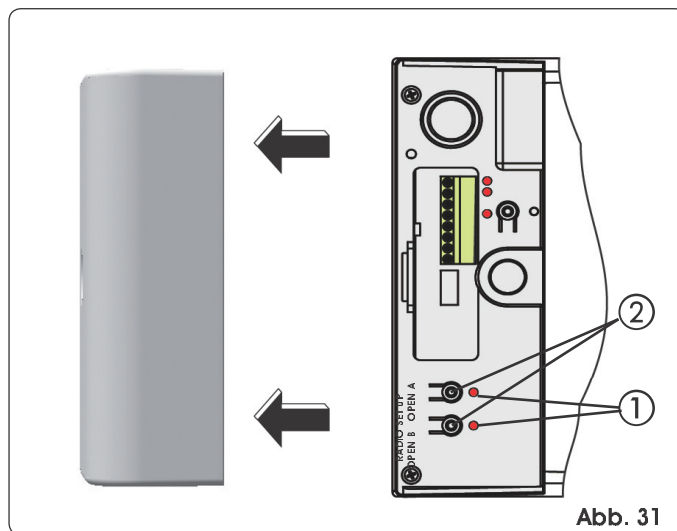

Abb. 31
- 4) Die Taste OPEN A oder OPEN B eine Sekunde lang drücken (Abb. 31 Bez. ②), um bzw. die vollständige oder Teilöffnung einzuspeichern.
- 2) Die Taste OPEN A oder OPEN B eine Sekunde lang drücken (Abb. 31 Bez. ②), um bzw. die vollständige oder teilweise Öffnung einzuspeichern.